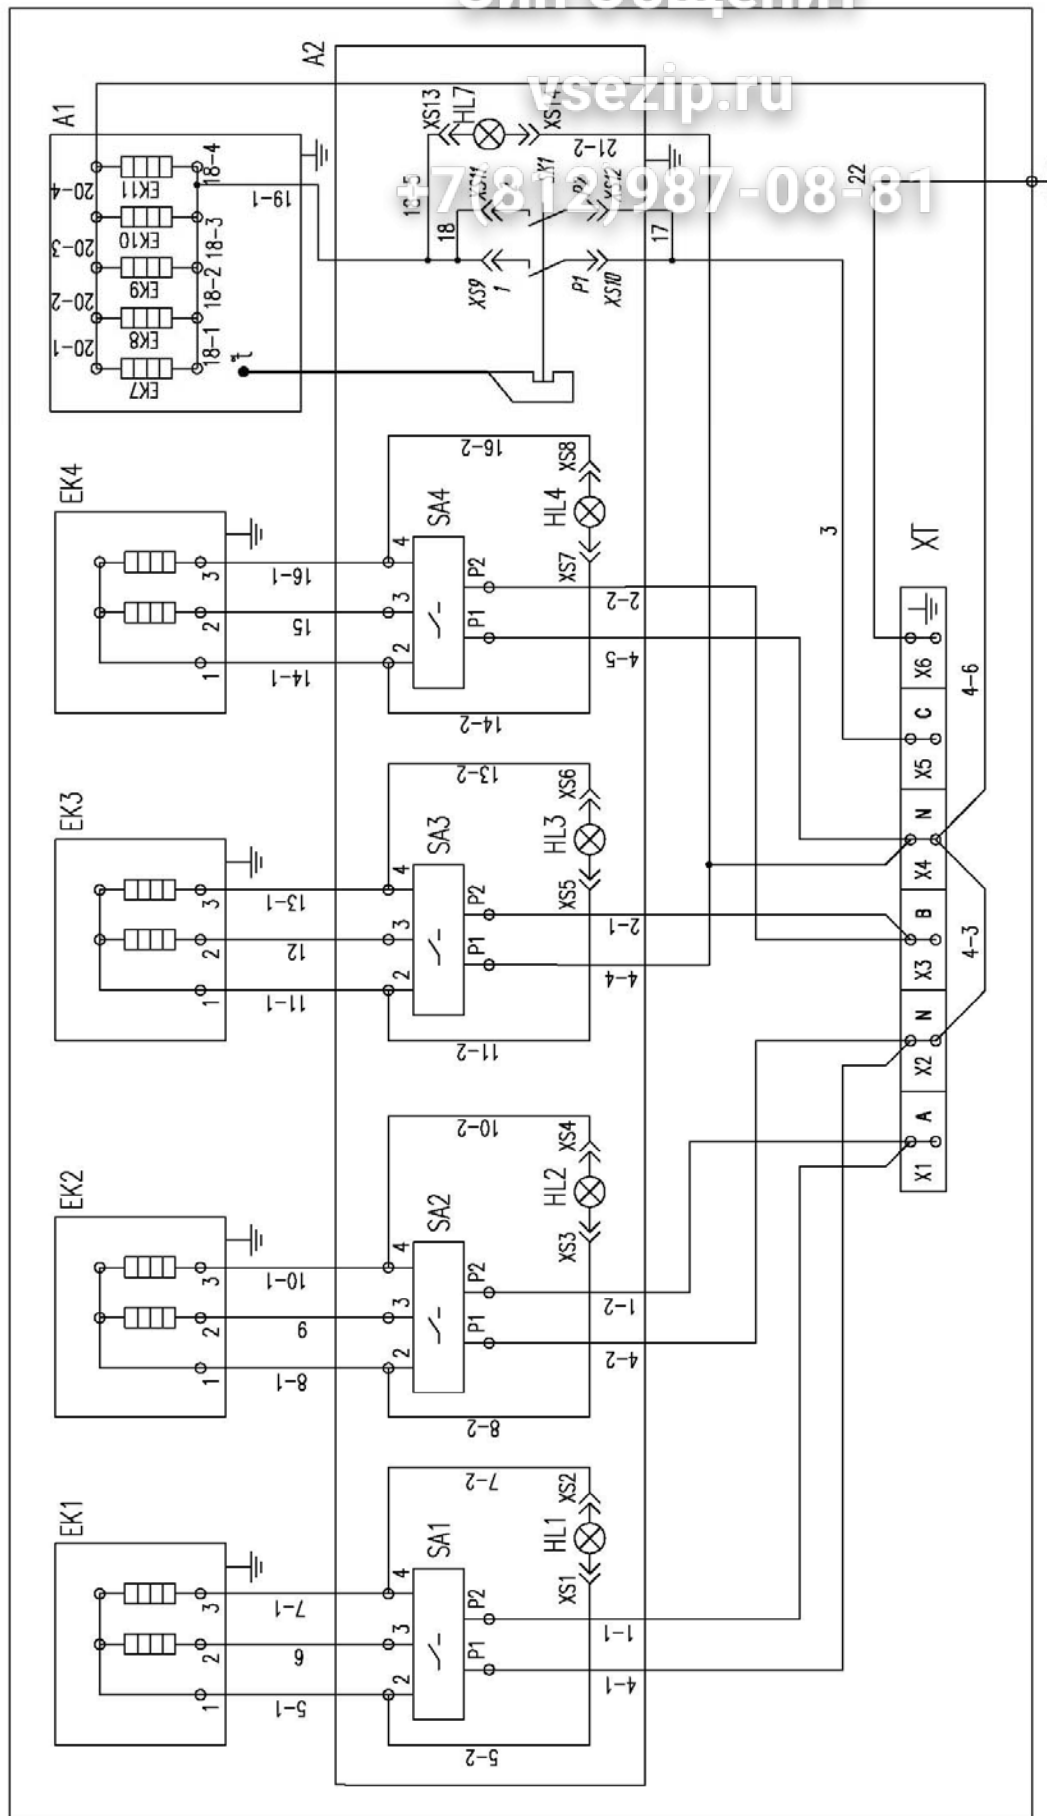

Рисунок 5 - Схема электрическая принципиальная плиты ПЭ-804П(Н)
5.2.2 Каждая конфорка снабжена отдельным переключателем, которые расположены на панели управления конфорками (рисунок 5; 6).
Ступенчатое регулирование мощности нагревателей каждой конфорки осуществляется установкой ручки переключателя в положение «1», «2» или «3», что соответственно определяет степень нагрева: слабый, средний или сильный. Отключение конфорки производится установкой ручки переключателя в положение «0». Мнемосхемы на панели управления указывают, к какой конфорке относится ручка переключателя мощности (рисунок 5; 6).